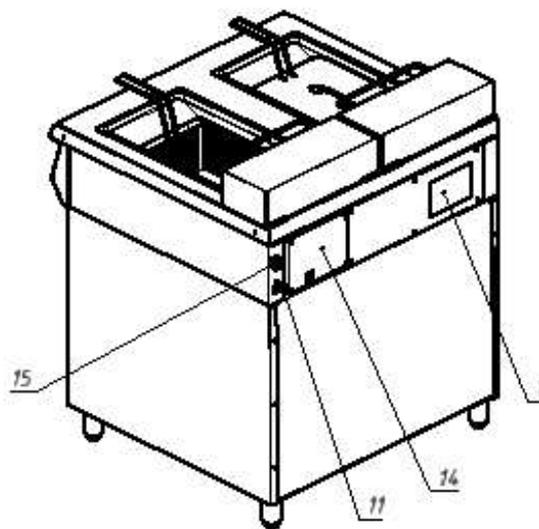

Рис.2
5.5 Подсоединить заземление корпуса установки (11) рис.2 к заземляющему контуру помещения согласно ГОСТ 27570.0-87.